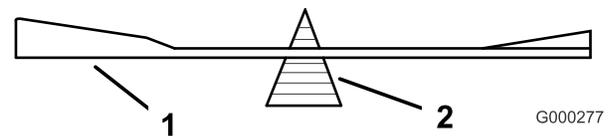

Figure 58
2. Vérifiez l'équilibre de la lame en la plaçant sur un équilibreur (Figure 58). Si la lame reste horizontale, elle est équilibrée et peut être utilisée. Si la lame est déséquilibrée, limez un peu l'extrémité de la partie relevée seulement (Figure 58). Répétez cette procédure jusqu'à ce que la lame soit équilibrée.